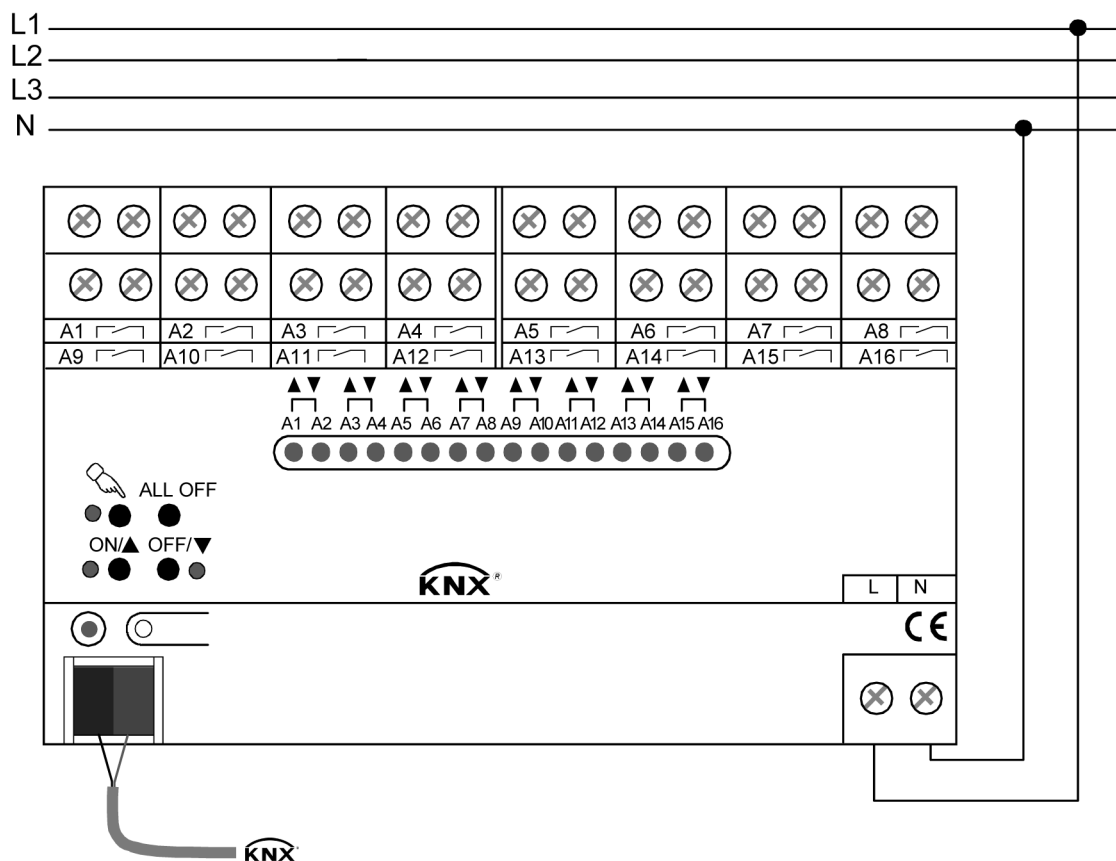

Bild 4: Elektrischer Anschluss der Netzspannungsversorgung
- Den Busanschluss (Standard-Busklemmen) und den Anschluss der Netzspannungsversorgung gemäß (Bild 4) vornehmen (Anschlussbeispiel).